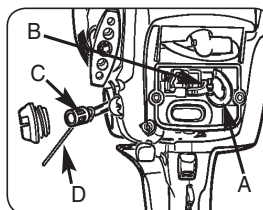

Fig. 15
2. Déconnectez le tuyau de carburant (A) du raccord du carburateur.
3. Sortez le filtre à carburant (C) du réservoir avec un fil de fer à crochet (D) ou avec une pince à bec effilé. Démontez le filtre et jetez-le.
5. Reconnectez le tuyau de carburant (A) au raccord du carburateur (B). Remplacez le filtre à air et le couvercle (Fig. 15).